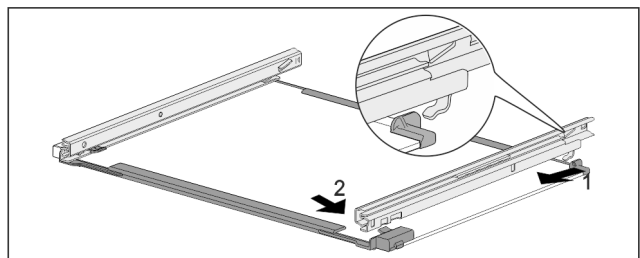

Fig. 158 Glasplaat met rails
- ▶ Rail achter vasthaken. Fig. 158 (1)
- ▶ Rail voor vasthaken. Fig. 158 (2)